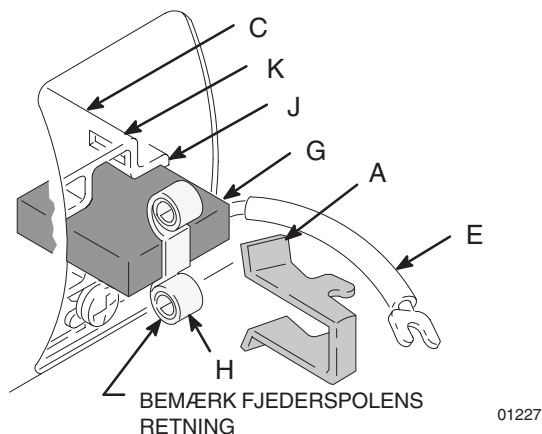

Fig. 9
- Fig. 9. Montér det nye kul (G), således at ledningen ligger i den lange rille (J) på kulholderen (C).
- Fig. 9. Anbring fjederen (H) på kullet (G).
- Fig. 9. Montér fjederklemmen (A). Tryk ned for at gribe fat i de korte riller (K) i kulholderen (C).